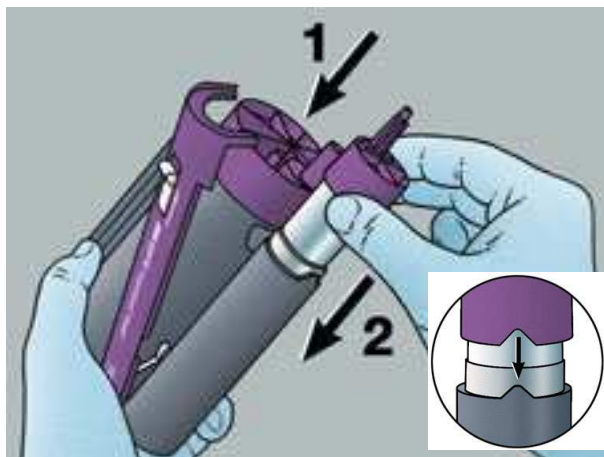

Рис. 1
- ▶ Вставить пакет из фольги в незакрытый картридж (рис. 1).